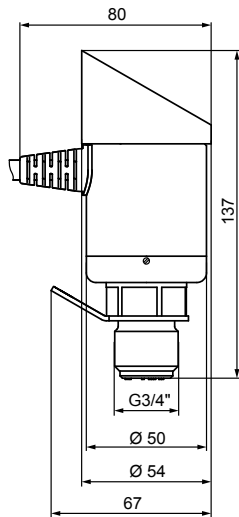

Рисунок 4.1 – Габаритные размеры
1. Подготовить место установки в резервуар согласно установочным и габаритным размерам прибора (см. *рисунок 4.1*).